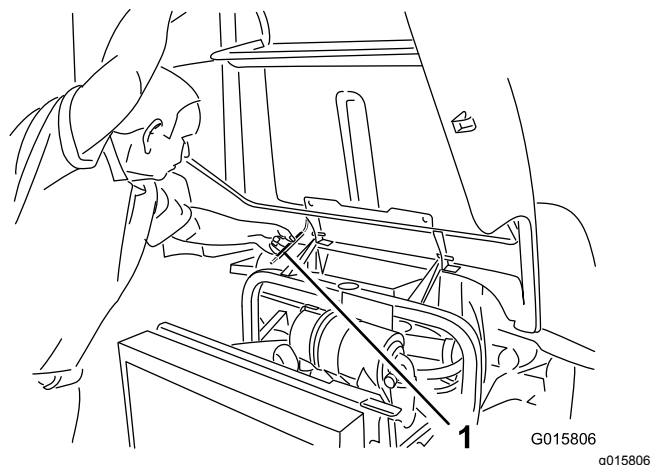

Figura 31
2. Sollevare il cofano fino a quando non è possibile posizionare l'asta di sostegno dietro il tubo del telaio (Figura 31).